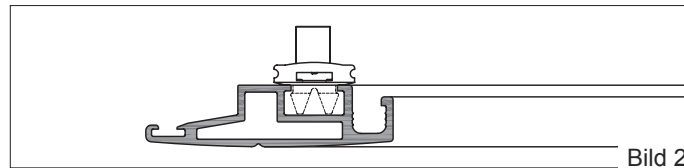

Bild 2
- 2.2 Die Innenvorreiber in die dafür vorgesehene Profilaufnahme klipsen (Bild 2) und diese entlang der IGI Rahmenlängskante an eine frei wählbare Position schieben. Durch Drehen um 90° rasten diese ein und sind fixiert. Um ein mögliches Ausbauchen des Spannrahmenprofils zu verhindern und um die Dichtheit des Spannrahmens zu gewährleisten, werden ab einer Höhe von 1101 mm zwei zusätzliche Innenvorreiber für das senkrechte Profil mitgeliefert.